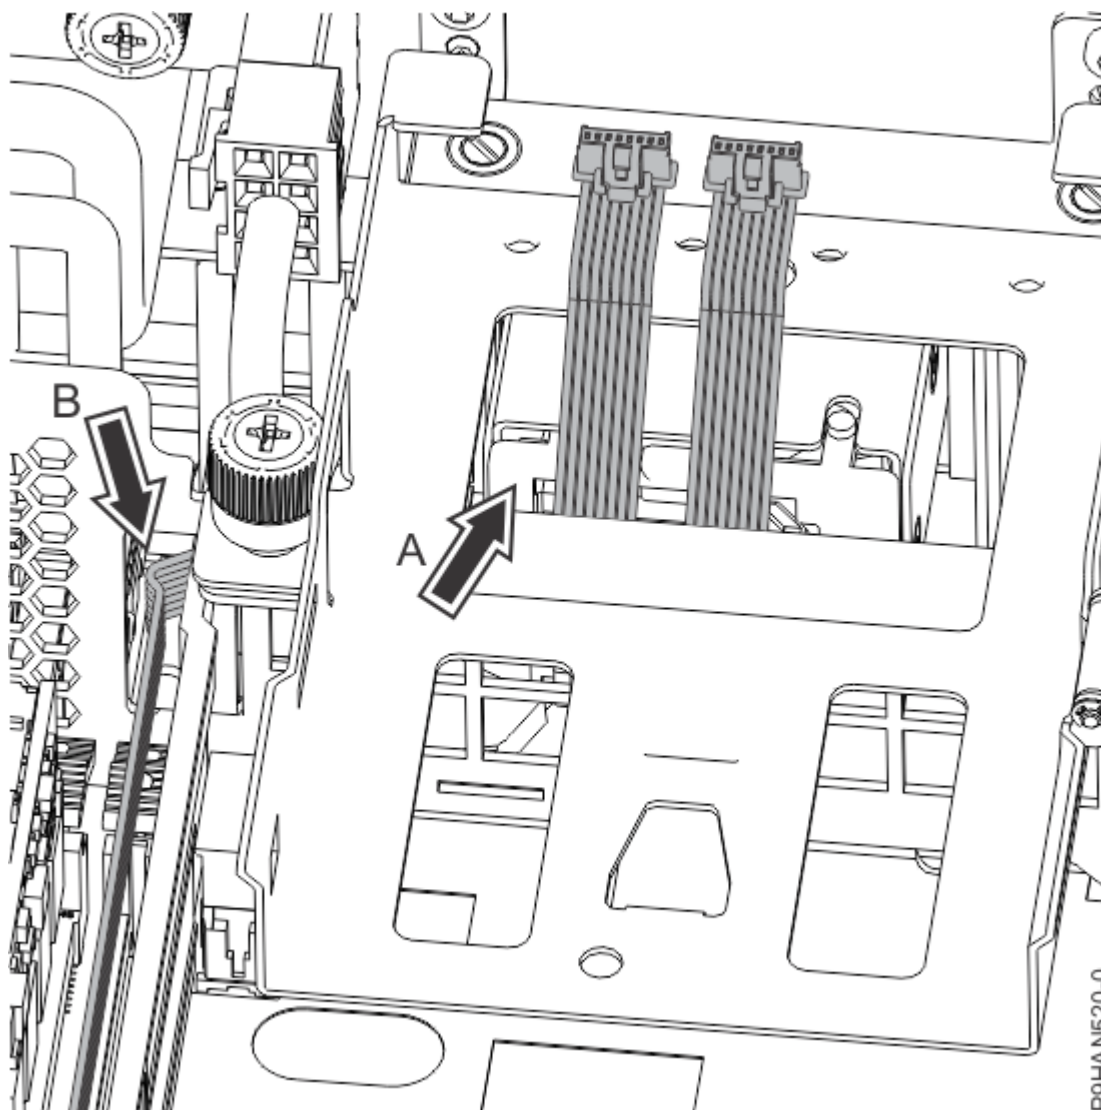

図 17. シートメタル・カットアウトを使用した BPM ケーブルの配線
- a) 18 ページの図 17 を参照してください。BPM ケーブルをバルクヘッドのシートメタル・カットアウト (B) に通して BPM トレイの下にあるシートメタル・カットアウト (A) まで慎重に配線します。